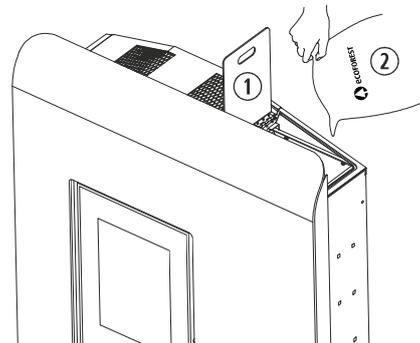
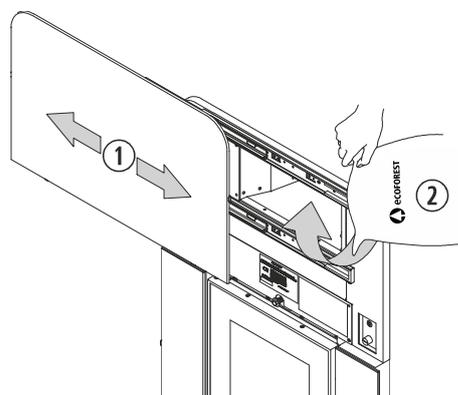
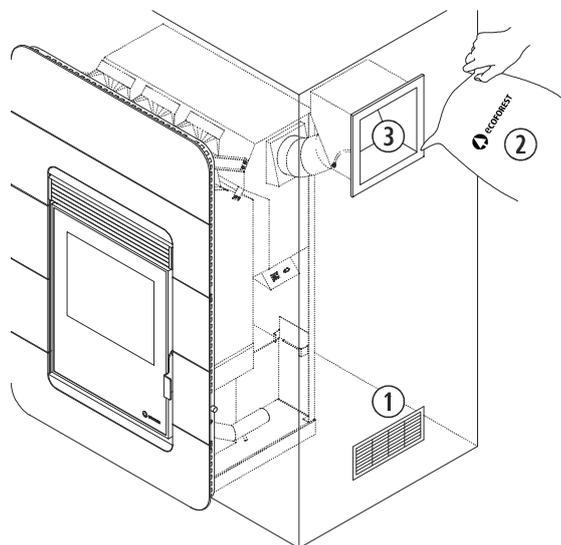

Figura 1
Figura 2
Figura 3
**2.12.** Para realizar la carga de combustible en la estufa, debemos abrir la tapa de la tolva y vaciar el saco de combustible con cuidado para evitar que rebose el combustible, ver *figura 1 (Ibiza)*. En el modelo *Kiev insert (figura 2)* desplazar hacia la izquierda la puerta que da acceso a la tolva, para poder realizar la carga. Se recomienda cargar la tolva con la estufa en frío. Si nuestra estufa es un modelo *Oslo Insert (figura 3)*, la carga se realizará gracias a la puerta de carga de pellets que ha de instalarse en la decoración (lateral derecho o izquierdo).
①	Tapa de la tolva.
②	Combustible.